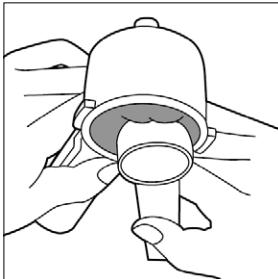

Figura 5
- La cuchara medida (Figura 5), mide una taza de espresso.